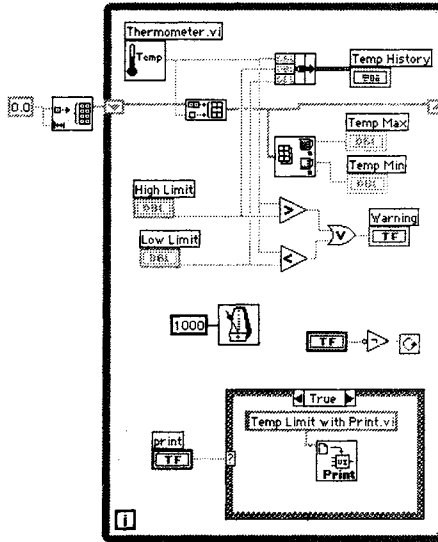

Рис. 15.38
4. Измените блок-диаграмму, как показано на рис. 15.38. Не ошибитесь при вводе имени вашего ВП.